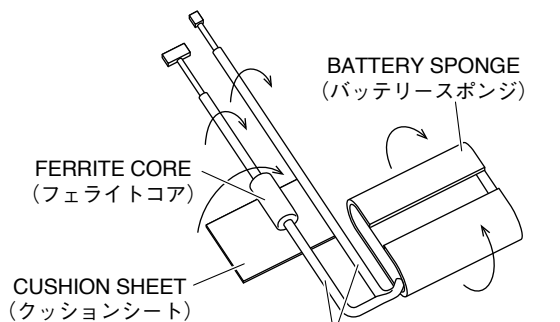

Fig. 14 (図 14)
- 11-1. Attach the battery sponge. (Fig. 14)
- 11-2. Wind *cushion sheet (VDK61700) around the cable (XH 5P), (PH 2P). (Fig. 14)
- 11-3. Apply the ferrite core to the cable (XH 5P) and wind *cushion sheet (VDK61700) around it. (Fig. 14)
- 11-1. バッテリースポンジを貼り付けます。(図 14)
- 11-2. 束線 (XH 5P), (PH 2P) に *クッションシート (VDK61700) を巻きつけます。(図 14)
- 11-3. 束線 (XH 5P) にフェライトコアを取り付け *クッションシート (VDK61700) を巻きつけます。(図 14)